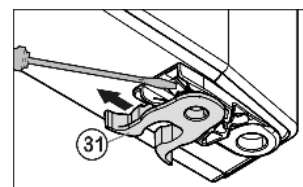

Fig. 7
- ▶ переставити Fig. 7 (31) пружинний затискач: Натиснути язичок заціпки вниз, зняти з нього пружинний затискач.